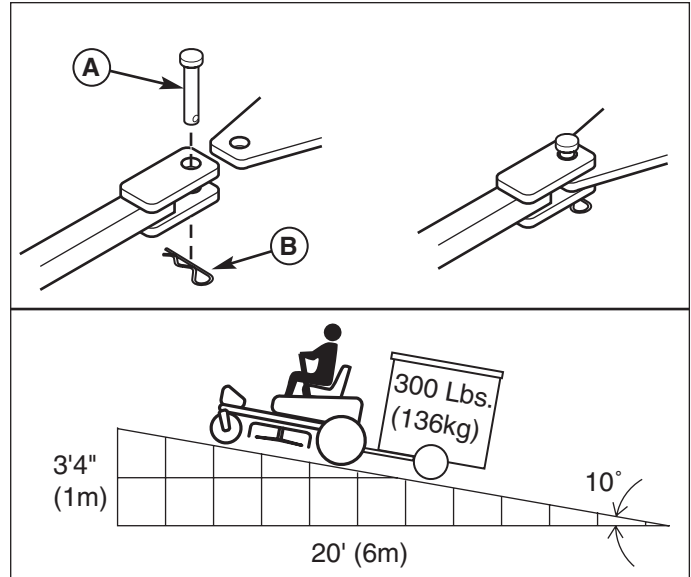

Figura 9. Recomendaciones de peso del remolque
El peso máximo de un remolque debe ser menor a 300 lbs (138kg). Asegure el remolque con un pasador de horquilla (A, Figura 9) y una horquilla (B) del tamaño adecuado.